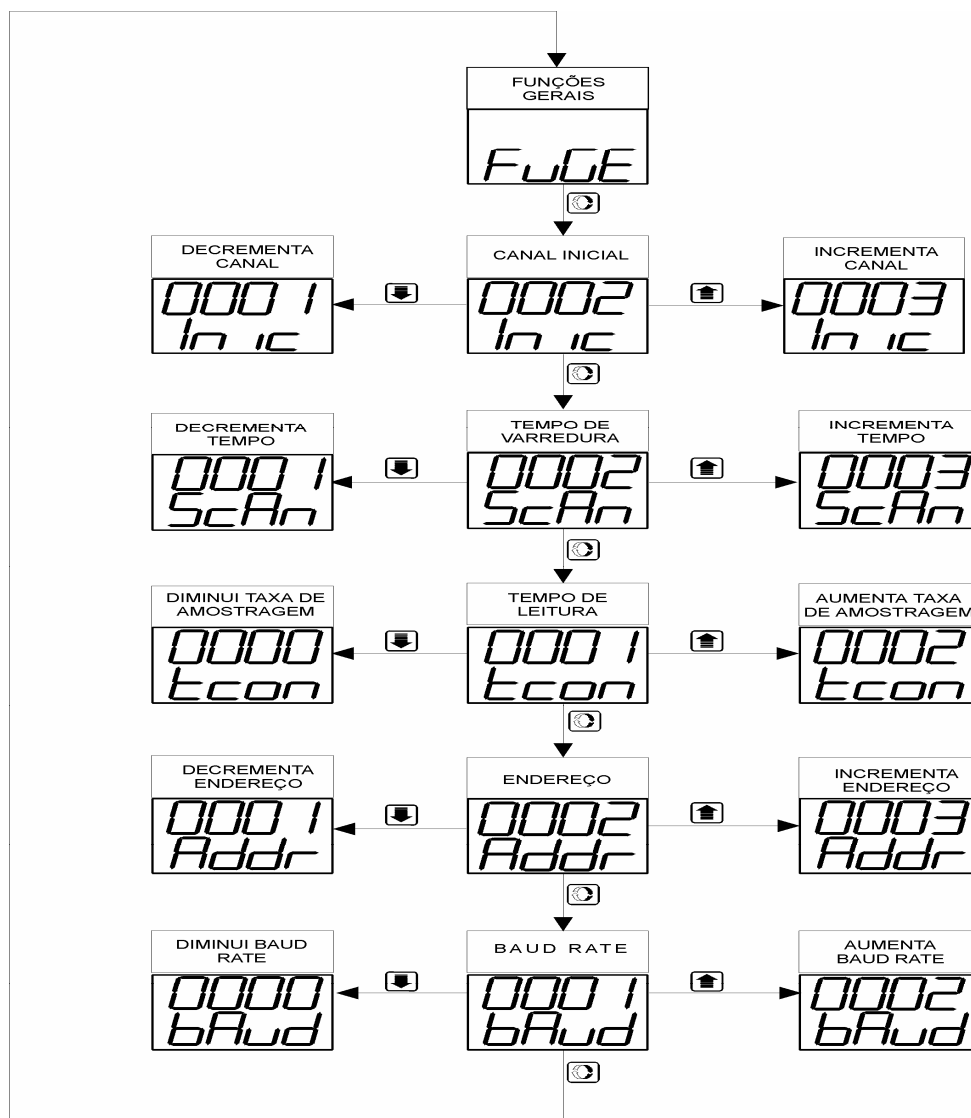

Figura 14 - Diagrama de blocos de funções gerais
Neste item serão abordados os parâmetros de configuração das funções gerais (FuGE), e seus parâmetros: canal inicial, tempo de varredura dos canais, tempo de leitura de cada canal, endereço do aparelho na rede, e baud rate (taxa de bits). No item 9.4.1, será ilustrado na figura 14 o diagrama de blocos de Funções Gerais, e no item 9.4.2, serão descritos detalhadamente os parâmetros de configuração desta função.